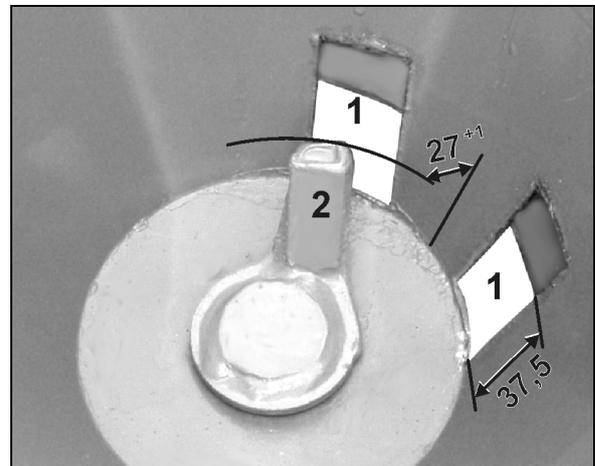

Fig. 26
3. Entrambe le aperture di scarico devono essere aperte a 37,5 mm (Fig. 26).
Controllare la distanza fra la pala agitatrice e la parete della tramoggia. La pala agitatrice deve essere parallela alla parete della tramoggia, ad una distanza di 27 +1 mm (Fig. 26).
Controllare la distanza fra la pala agitatrice e la parete della tramoggia. La pala agitatrice deve essere parallela alla parete della tramoggia, ad una distanza di $27 + 1$ mm (Fig. 26).